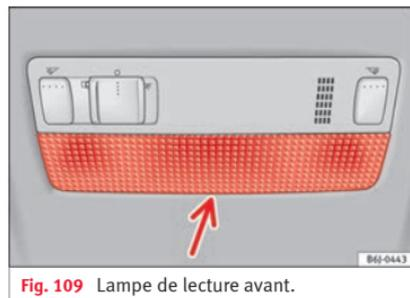

Fig. 109 Lampe de lecture avant.
- Introduisez la partie plate d'un tournevis fin entre la carcasse et le verre » » fig. 109.